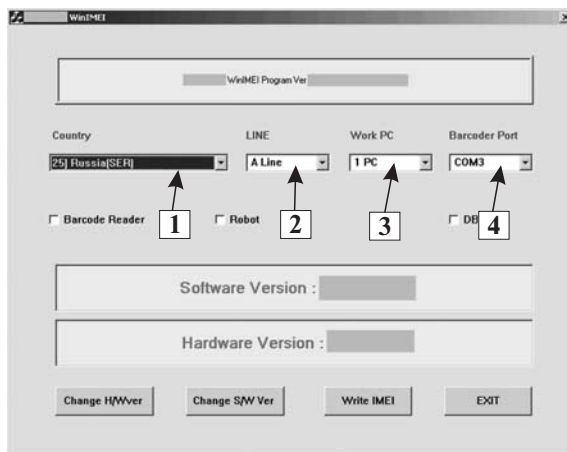

Рис. 1.38. Начальное диалоговое окно программы WinIMEI
ков неработоспособности телефона из-за неправильного значения IMEI телефона вследствие технического сбоя является его значение 449020-0X-XXXXX-X. Также изменение IMEI происходит при полном сбросе установок EEPROM (при этом обычно устанавливается значение 447967-8X-XXXXX-X). Диалоговые окна программы WinIMEI приведены на рис. 1.38 и 1.39.
3. В выпадающих списках 1—4 (рис. 1.38) указывают страну, для которой произведен ремонтируемый телефонный аппарат, «Line A», «1 PC» и используемый COM-порт компьютера.